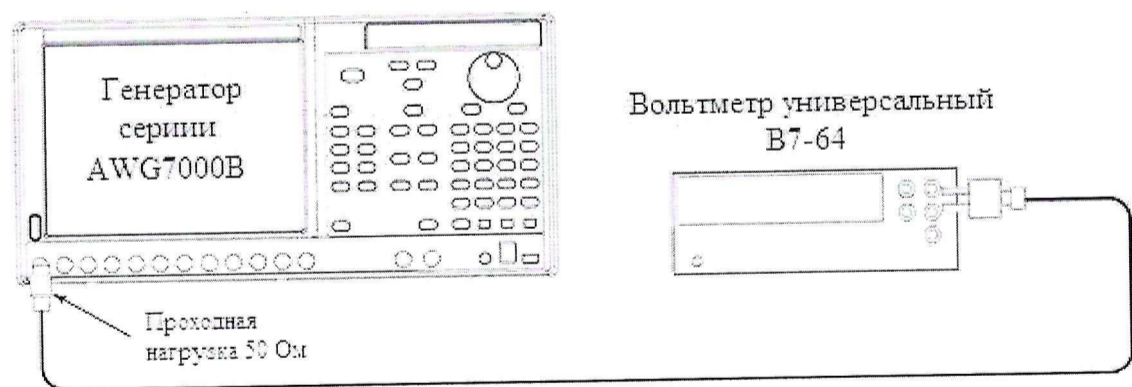

Рисунок 3
8.3.3.1 Собрать измерительную схему в соответствии с рис.3.